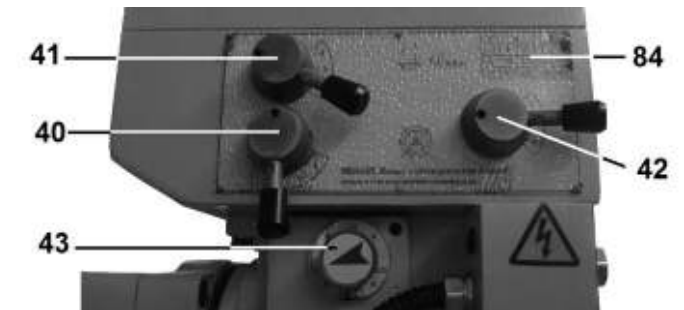
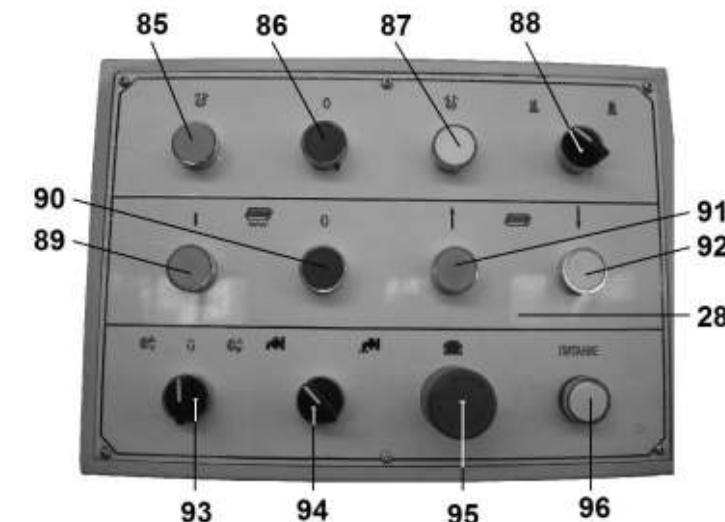

Рис. 28
Рис. 29
10.2.2. Выбор режимов частоты вращения вертикального шпинделя (13) производится переключателями (40, 41, 42):
- (40) - (I - II),
- (41) - (A - B),
- (42) - (L - H) «низкая (L) – высокая (H)» (Рис. 28).
10.2.4. Регулятором автоподачи вертикального шпинделя (43) выберите необходимый режим автоподачи шпинделя (13) (Рис. 28).
**Внимание:** Включение реверсивного вращения шпинделя и переключение режимов «высокая (H) – низкая (L)» производите только после полной остановки вращения шпинделя (13).
**Категорически запрещается во время вращения шпинделя нажимать кнопки для изменения направления его вращения и переключать режимы «высокая (H) – низкая (L)».**
10.2.5. Кроме использования щитка выключателей вертикального шпинделя (16), то же самое можно включить на главном щитке выключателей (28) (Рис. 29).
- 10.2.5. На главном щитке выключателей (28) (Рис. 29):
- зелёная кнопка (85) – включение вращения вертикального шпинделя,
- красная кнопка (86) – выключение вращения вертикального шпинделя,
- белая кнопка (87) – включение реверсивного вращения вертикального шпинделя,
- переключатель (88) - сверление/фрезерование
- зелёная кнопка (89) – горизонтальная подача рабочего стола,
- красная кнопка (90) – выключение подачи стола,
- зелёная кнопка (91) – подача рабочего стола вверх,
- белая кнопка (92) – подача рабочего стола вниз,
- переключатель (93) - включение горизонтального вращения шпинделя / нейтральное положение (0) (стоп) / включение реверсивного вращения горизонтального шпинделя,
- переключатель (94) – включение/выключение подачи охлаждающей жидкости (СОЖ)
### 10.4. Включение автоподачи продольного перемещения рабочего стола (Рис. 29 – 32)
10.4.4. Остановка автоподачи рабочего стола (8) производится установкой рычага (11) в нейтральное положение или нажатием на кнопку (90) (Рис. 29).
10.4.5. Для аварийного выключения станка нажмите красную кнопку (95) (Рис. 29).